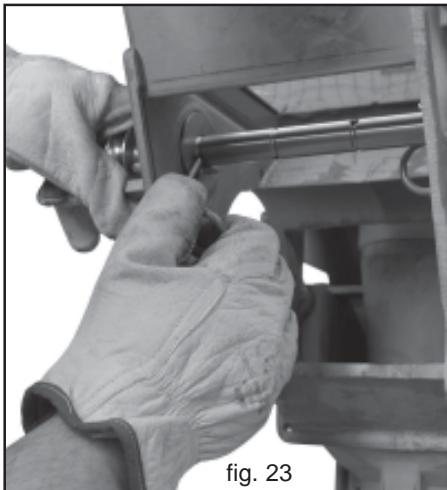

fig. 23
- 2) Alle Ruehrelemente aus der Ruehrwelle ziehen (Abb. 23).